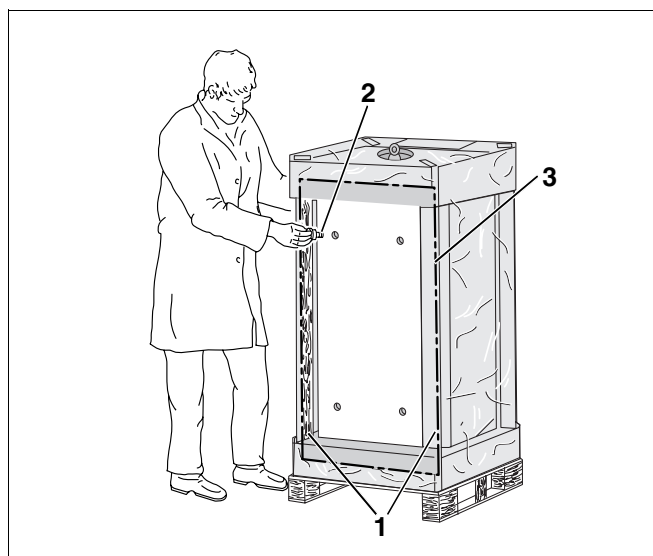

Рис. 15 Разрезать упаковочную пленку и закрутить опорные болты
- Вырезать упаковочную пленку на стороне, противоположной наклейке "Крепление котла к баку", как показано на (рис. 15, поз. 3), и удалить только **вырезанный элемент**.
- Убрать обе деревянные угловые планки (рис. 15, поз. 1).
- Закрутить четыре опорных болта в дно бака на 15–25 мм (рис. 15, поз. 2).